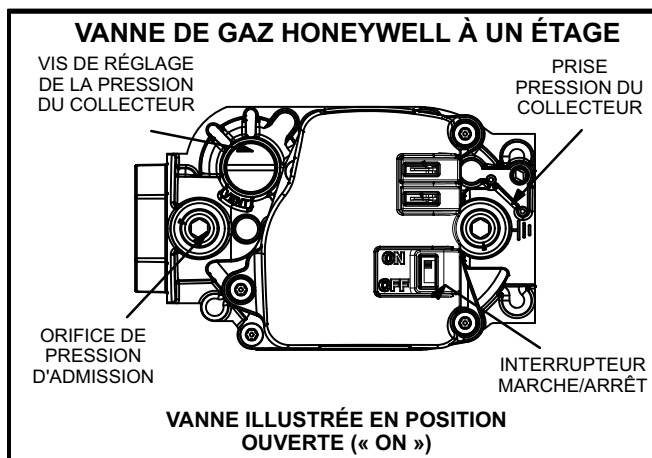

FIGURE 2
- 2 - Retirer le panneau d'accès au compartiment de chauffe. Mettre l'interrupteur de la vanne de gaz sur « OFF/ARRÊT ». Voir Figure 2.
- 6 - Mettre l'interrupteur de la vanne de gaz sur «OFF». Voir Figure 2.
- 7 - Attendre cinq (5) minutes pour s'assurer que tout le gaz a eu le temps de se dissiper. En cas d'odeur de gaz, **ARRÊTER !** Aller immédiatement chez un voisin pour téléphoner au fournisseur du gaz et se conformer à ses instructions. S'il n'y a pas d'odeur de gaz, passer au point suivant.
- 8 - Mettre l'interrupteur de la vanne de gaz sur «ON». Voir Figure 2.
La vanne de gaz est équipée d'une prise fileté de 1/8 po NPT pour le raccordement d'un manomètre d'essai. Voir Figure 2. Vérifier la pression du gaz dans la canalisation lorsque l'appareil fonctionne à sa puissance maximale. Une pression trop faible peut causer un fonctionnement erratique ou une mauvaise combustion. Une pression trop élevée peut endommager la vanne de manière permanente ou causer un emballement.
- 1 - Connecter le manomètre d'essai à l'orifice de mesure de pression du collecteur (Figure 2) de la vanne de gaz.
4 - Faire les réglages nécessaires éventuels. La Figure 2 indique l'emplacement de la vis de réglage de pression du collecteur.